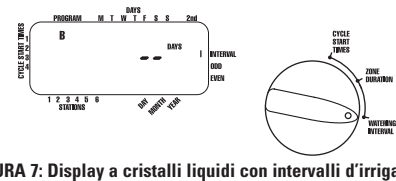

FIGURA 7: Display a cristalli liquidi con intervalli d'irrigazione
- Portare il disco combinatorio ruotante su **WATERING INTERVAL** (intervallo d'irrigazione). Il cursore lampeggerà sinistra della parola **INTERVAL** [vedere figura 7].